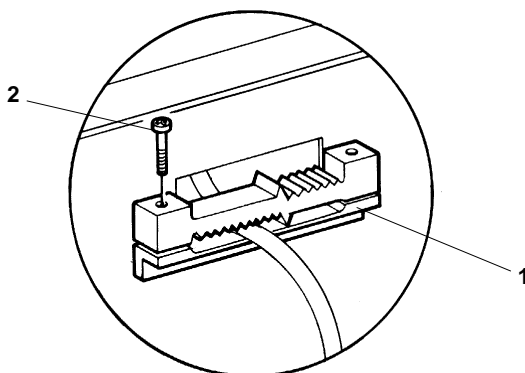

Рис. 19
4.16 (Рис. 19) Прикрепить соединительные провода пульта управления к кабельной муфте 3, расположенной на задней стороне котла, при помощи винтов 2. При этом трасса проводов - над корпусом котла.